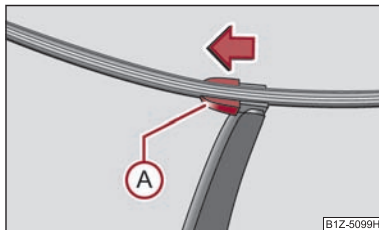

Fig. 52 Lamea ștergătorului de lunetă
- Ridicați braul ștergătorului de pe lunetă și poziționați lama astfel încât să formeze un unghi drept cu braul ștergătorului ⇒ fig. 52.
- Cu cealaltă mână deblocați sigurana ① în sensul săgeții și scoateți lama.